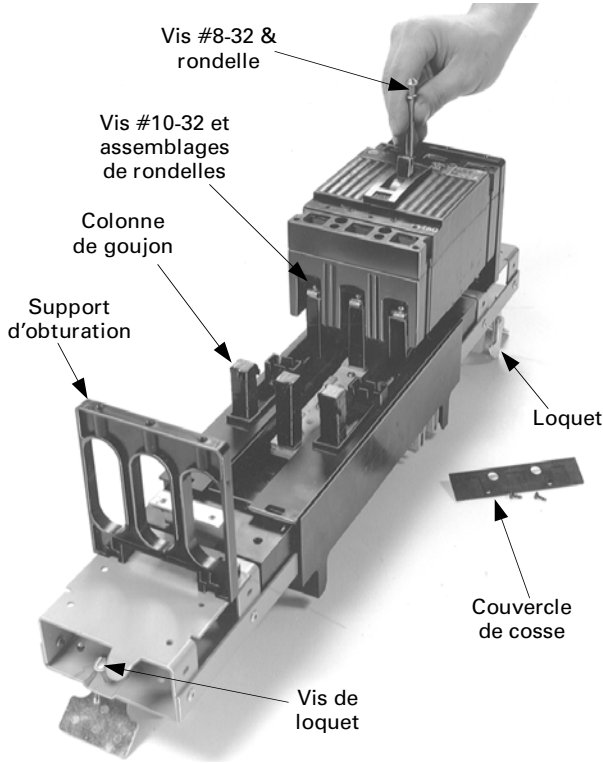

Figure 4. Installation du disjoncteur sur le module.
3. Installation du disjoncteur. Retirer le couvercle de cosse, s'il y en a un. Placer le côté ON du disjoncteur par-dessus les colonnes de goujons, comme montré à la Figure 4. Fixer le disjoncteur au module avec des vis #10-32 et assemblages de rondelles et des vis #8-32 x 2³/₄" avec rondelles coniques. Lorsque toutes les vis sont en place, serrer les vis #10-32 à 27–32 lb.-po. et les vis #8-32 à 15–20 lb.-po. Replacer le couvercle de cosse, s'il y a un.